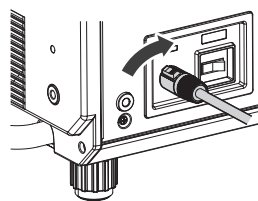

Figura 2
- 2) Mientras inserta el conector del cable de alimentación en el proyector, gire hacia la derecha hasta que encaje. (Figura 2)